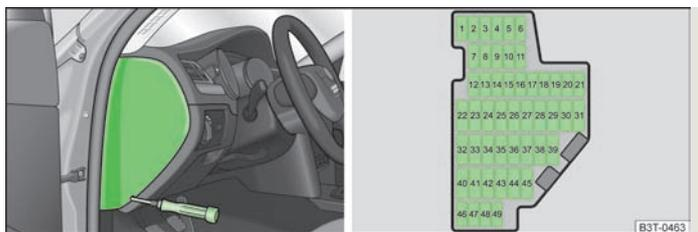

Fig. 186 Copertura della scatola dei fusibili/Rappresentazione schematica della scatola dei fusibili
- Estrarre la copertura della scatola dei fusibili» fig. 186 utilizzando un cacciavite.